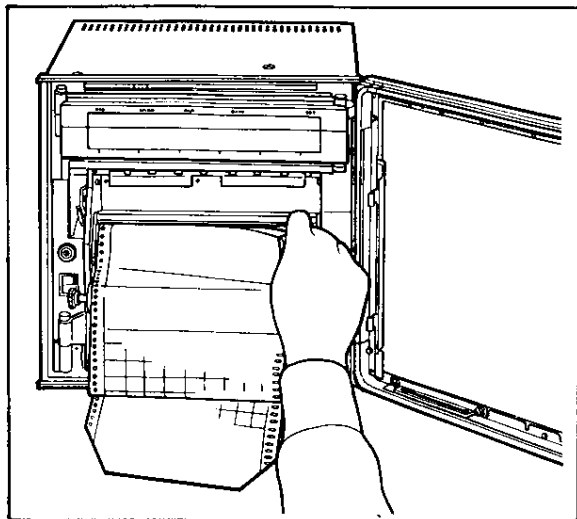

図 5.5
- (5) 記録紙の丸穴（小さい方）を左にし、両隅を切り落した巻頭が手前にくるように、記録紙の印刷面を上にして収納部に挿入します（図5.5）。